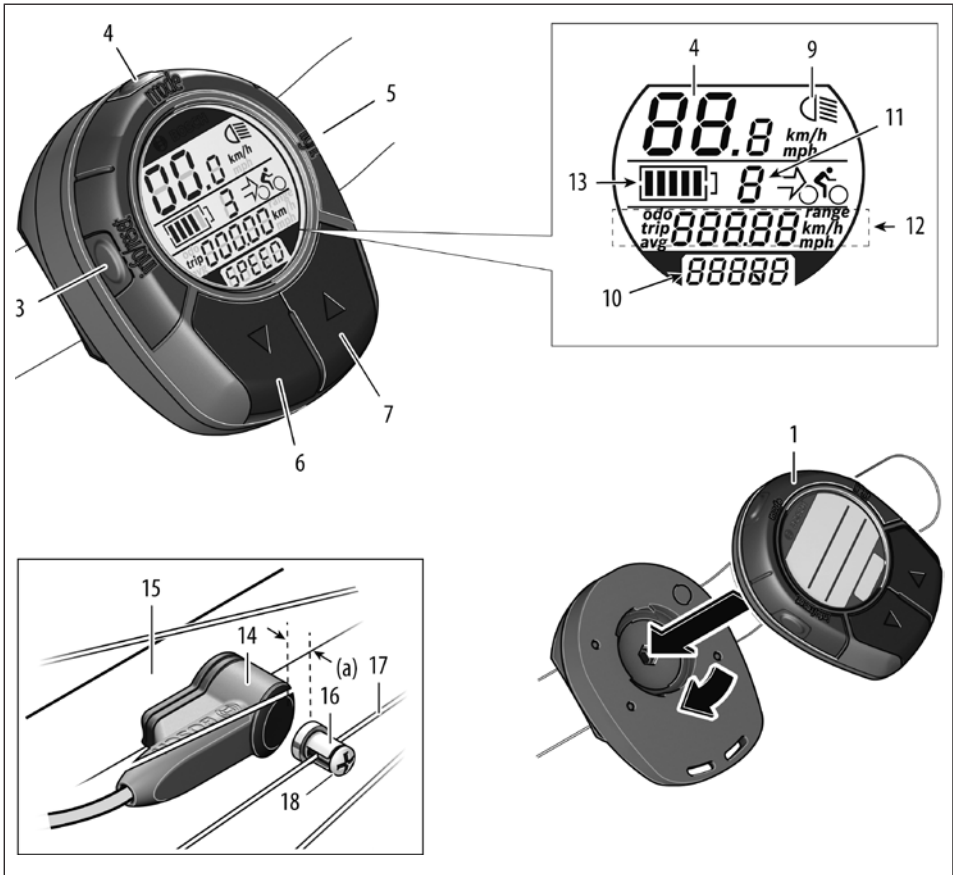

Figure 4.
Voir Figure 4. Le dispositif de commande au guidon (HMI) est un ordinateur de bord (1) qui vous permet de contrôler les fonctions d'assistance au pédalage du vélo, d'allumer/éteindre l'éclairage, d'afficher la vitesse, la distance, ainsi que d'autres informations relatives au trajet parcouru. Les caractéristiques des boutons et des fonctions d'affichage du dispositif HMI sont décrites dans les pages suivantes.
Voir Figure 4. Le capteur de vitesse BOSCH (14) est installé sur la base arrière (15). Ce capteur doit être fixé et fonctionner correctement afin que le système d'assistance puisse être utilisé. En cas de détérioration, d'installation incorrecte ou si l'aimant (16) n'est pas installé correctement sur un rayon de la roue arrière (17), le système d'assistance et l'indicateur de vitesse ne pourront pas fonctionner.
Voir Figure 4. Appuyez sur le bouton de commande de l'éclairage (5) situé sur l'ordinateur de bord. Lorsque l'éclairage est allumé, le rétro-éclairage de l'afficheur de l'ordinateur de bord s'allume également et le témoin d'éclairage (9) apparaît sur l'afficheur. L'éclairage reste allumé jusqu'à ce qu'il soit éteint à l'aide du bouton de commande ou que l'alimentation électrique fournie par la batterie ou la dynamo intégrée au moyeu n'est plus disponible. Dans le cas où le système d'assistance électrique est désactivé en raison d'un niveau de charge de la batterie faible, l'éclairage reste allumé jusqu'à ce que la batterie soit complètement déchargée.
Voir Figure 4. Utilisez le bouton de sélection/réinitialisation des informations (3) pour afficher/utiliser les différentes fonctions de l'ordinateur de bord : Vitesse instantanée, Vitesse moyenne, Distance totale, et Distance partielle.
Voir Figure 4, élément 11. Selon le type d'erreur, le système d'assistance peut être désactivé automatiquement. Ceci permet d'éviter tout dommage ultérieur. Dans une telle situation, vous pouvez utiliser le vélo de manière classique. Pour résoudre le problème, contactez votre revendeur Cannondale et indiquez-lui le code d'erreur.